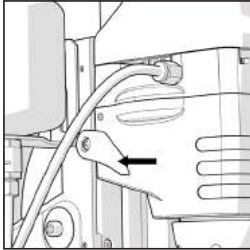

Fig. 13
- Bloquee el cabezal de corte sobre el desplazamiento en cola de milano en la posición requerida. La palanca de bloqueo está situada a mano izquierda en la carcasa de la caja de engranajes inferior. **(Fig. 13)**